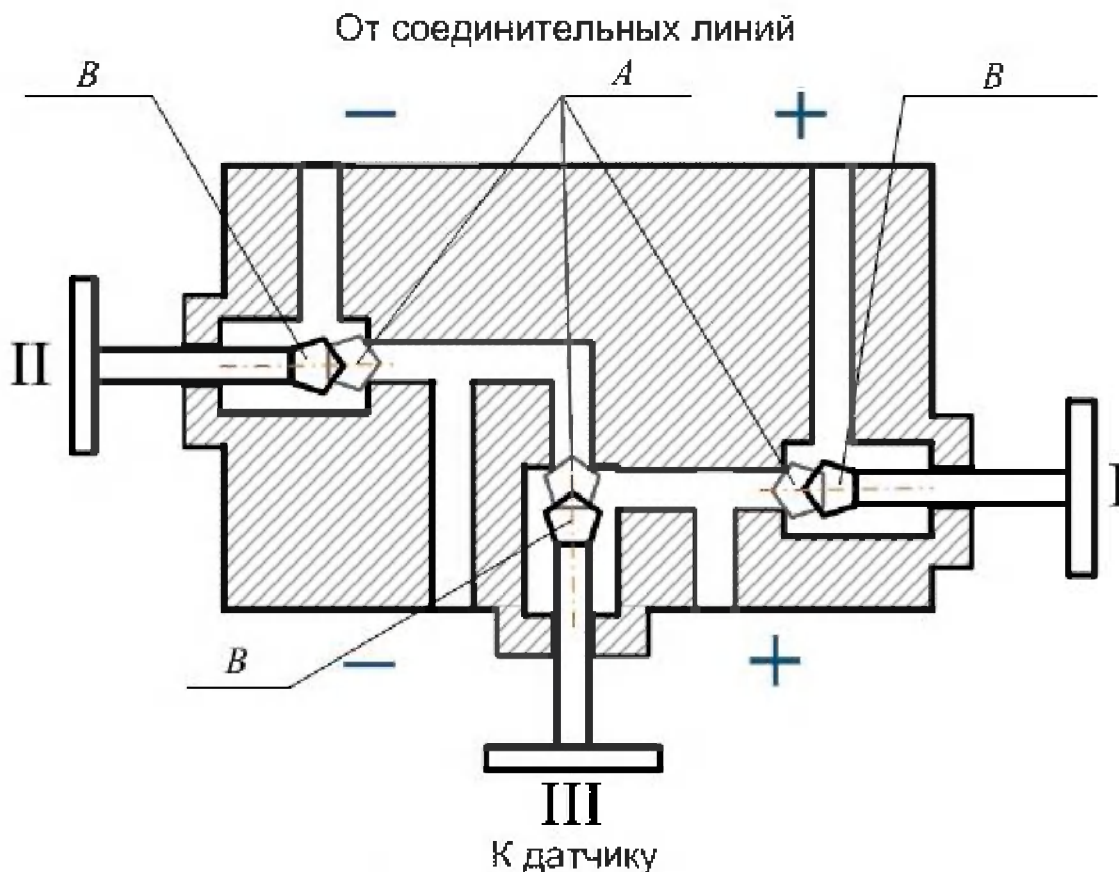

Рисунок 1 — Схема клапанного блока
2.2.11 Для исключения случаев возникновения односторонних перегрузок в процессе эксплуатации датчиков разности давлений необходимо строго соблюдать определённую последовательность операций при включении датчика в работу при использовании клапанного блока (рисунок 1):